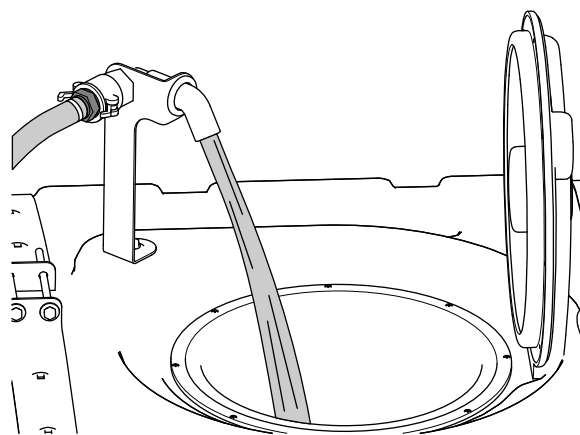

図 27
5. 所定量の $\frac{3}{4}$ の水を液剤タンクに入れる 図 27。